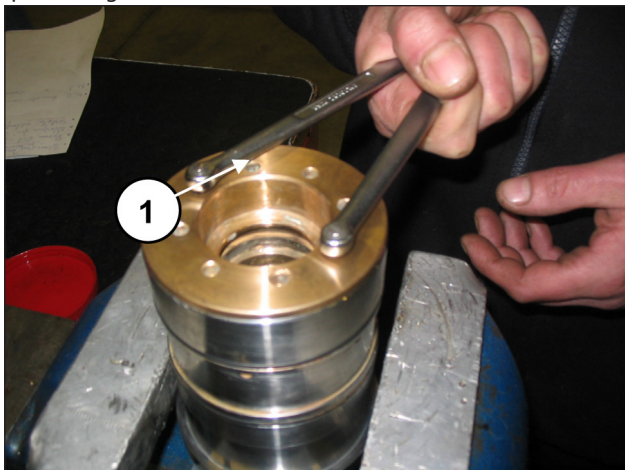
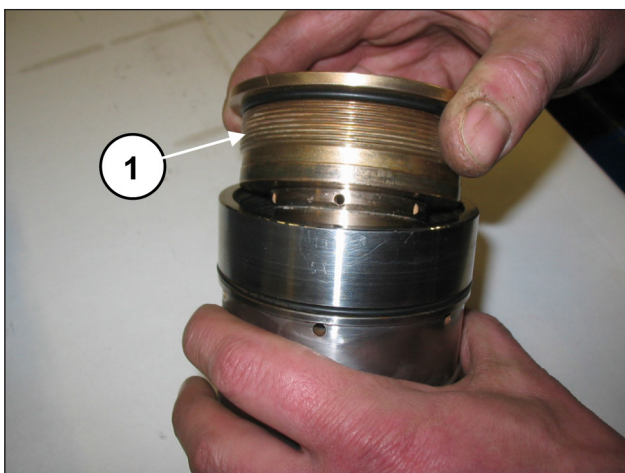

Fig. 145
Fig. 146
Separar el soporte de las juntas de la leva utilizando una llave de compás con pivotes redondos Ø5, a la venta en tiendas, (pos. ①, Fig. 145) y desenroscar el soporte hasta extraerlo (pos. ①, Fig. 146).